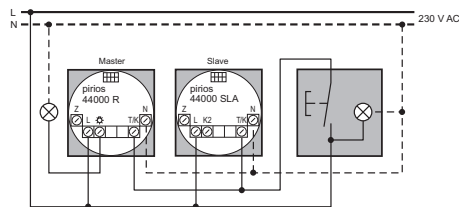

fig. 1 Fonction de poussoir Encl./Eco-Décl.
- Fonction Encl./Éco-Décl.: connexion à T/K, action sur Master (schéma fig. 1); réglage IMPULSION pour le redéclenchement